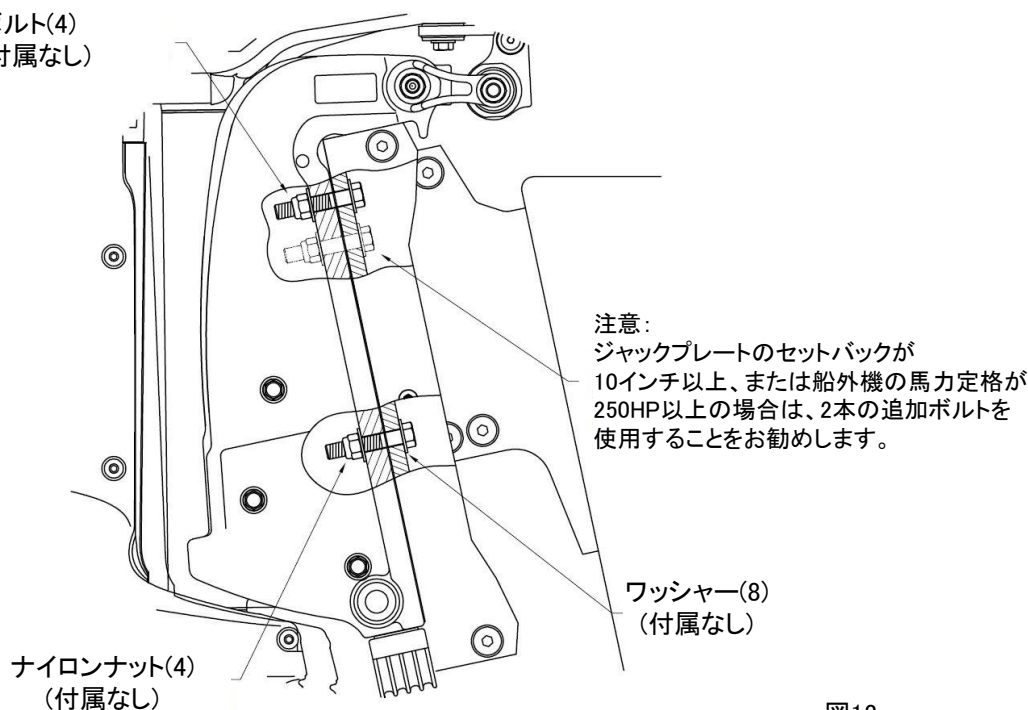

図13
- ・ジャックプレートのセットバックが10インチ以上、または船外機の馬力が250HP以上の場合、追加で2本のボルトを使用することを推奨します。（図13を参照）
- ・エンジンメーカーの推奨に従い、追加のボルトを使用することを検討してください。(図13を参照)